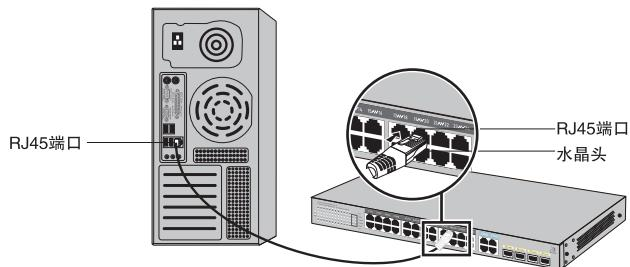

图3-1 RJ45端口连接示意图
- 1.将网线一端连接到交换机，另一端连接到对端设备，如图3-1所示。